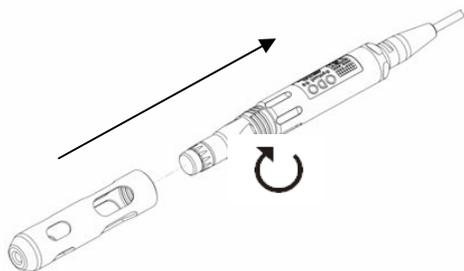

図 4
3. プローブガードを注意してスライドさせながらセンサーにかぶせ、時計回りにまわし留めてケーブル/プローブアセンブリーに設置する。(図 4)